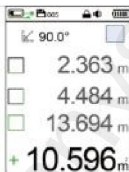

Abbildung 5
Schritt 3: Wiederholen Sie Schritt 1, um den zweiten Bereich zu messen. Das Ergebnis ist in Abbildung 5 dargestellt.